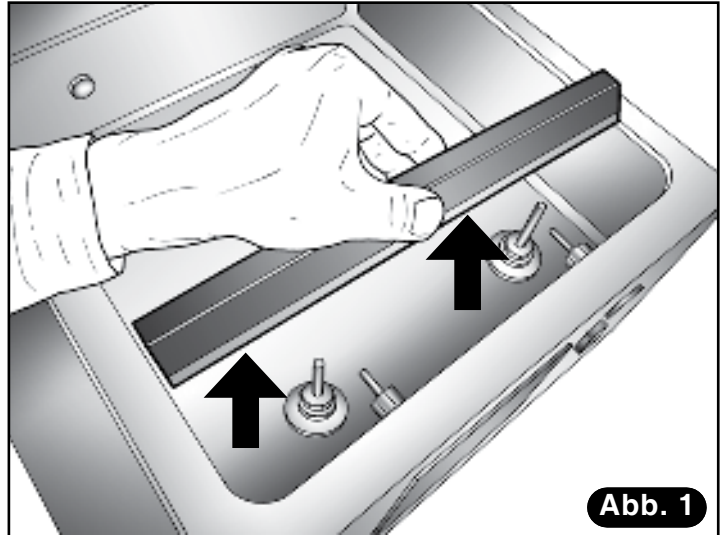

Abb. 1
- Zum Herausnehmen des Schweißbalkens diesen an beiden Enden fassen und waagrecht anheben (**Abb. 1**).
- 1) Zum Herausnehmen des Schweißbalkens diesen an beiden Enden fassen und waagrecht anheben (Abb. 1).